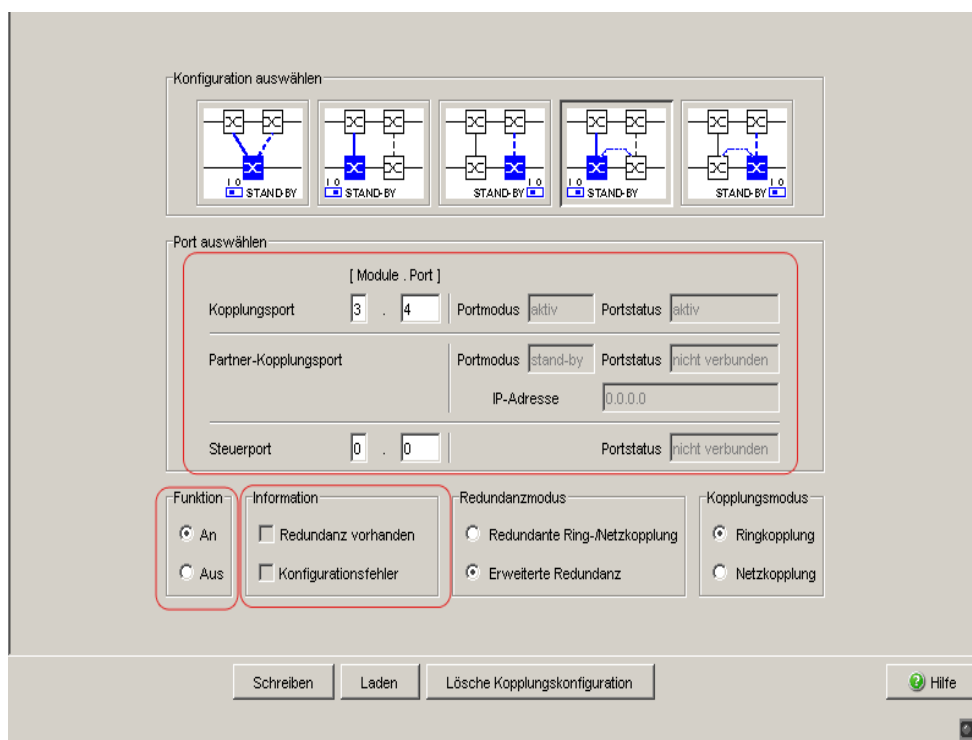

Abb. 38: Zwei-Switch-Kopplung mit Steuerleitung: Port auswählen und Funktion ein-/ausschalten
- Wählen Sie den Kopplungsport aus (siehe Abbildung 38).
- Wählen Sie den Steuerport aus (siehe Abbildung 38).
- Schalten Sie im Rahmen „Funktion“ die Funktion an (siehe Abbildung 38).
- Wählen Sie den Kopplungsport aus (siehe Abbildung 38). Mit „Kopplungsport“ legen Sie fest, an welchen Port Sie die Verbindung der Netzsegmente anschließen. Die Portzuordnung für die redundante Kopplung finden Sie in Tabelle 12.